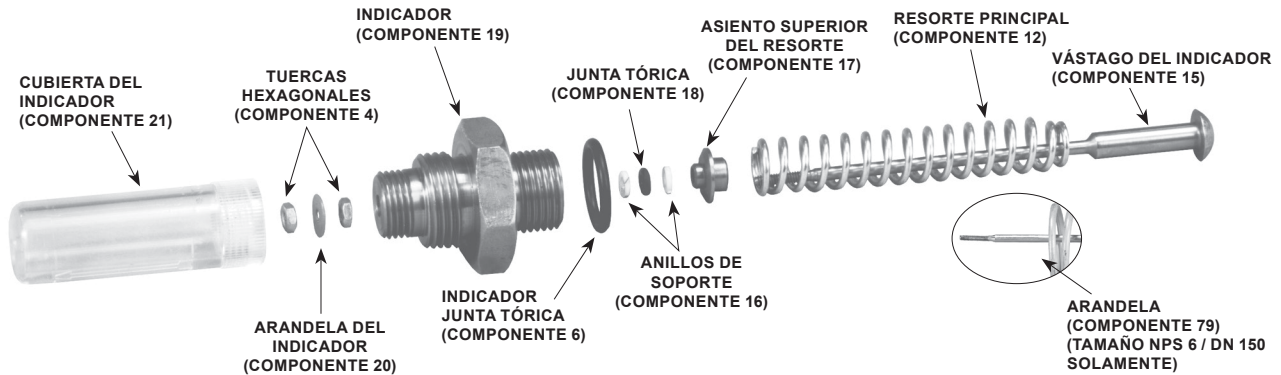

Figura 10. Piezas del indicador de desplazamiento
10. Para reemplazar las piezas del indicador de desplazamiento, lubricar todas las juntas tóricas y roscas. Para volver a montar, sostener el vástago del indicador (componente 15) y colocar las piezas sobre el vástago en el siguiente orden (ver Figura 10).